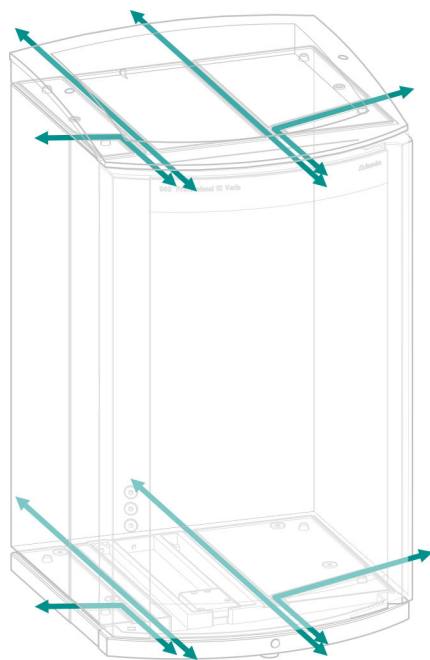

Figura 5 Canales para capilares
- canales entre el aparato y la bandeja así como entre el aparato y el soporte de botellas (véase figura 5, página 13)